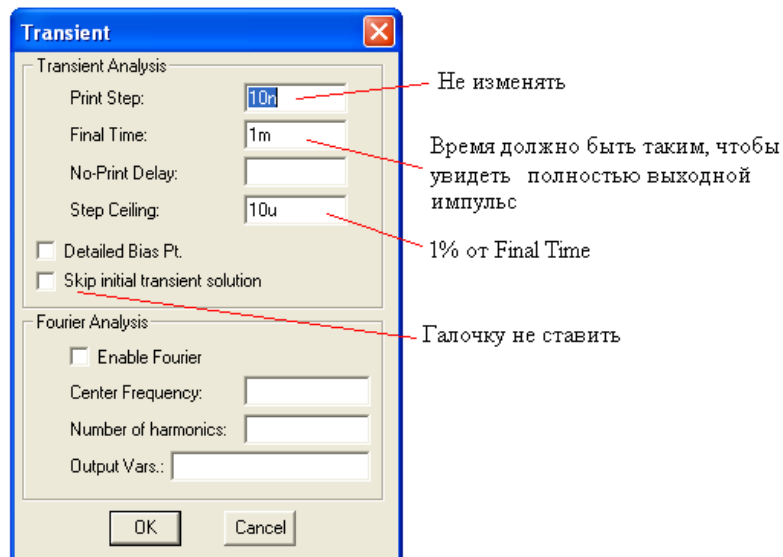

Рис.7. Установка параметров временного анализа
- Установить анализ переходных процессов (команда *Analisis/ Setup...* или пиктограмма ). Для режима *Transient...* установить конечное время анализа, примерно равное 2мкс (рис. 7).